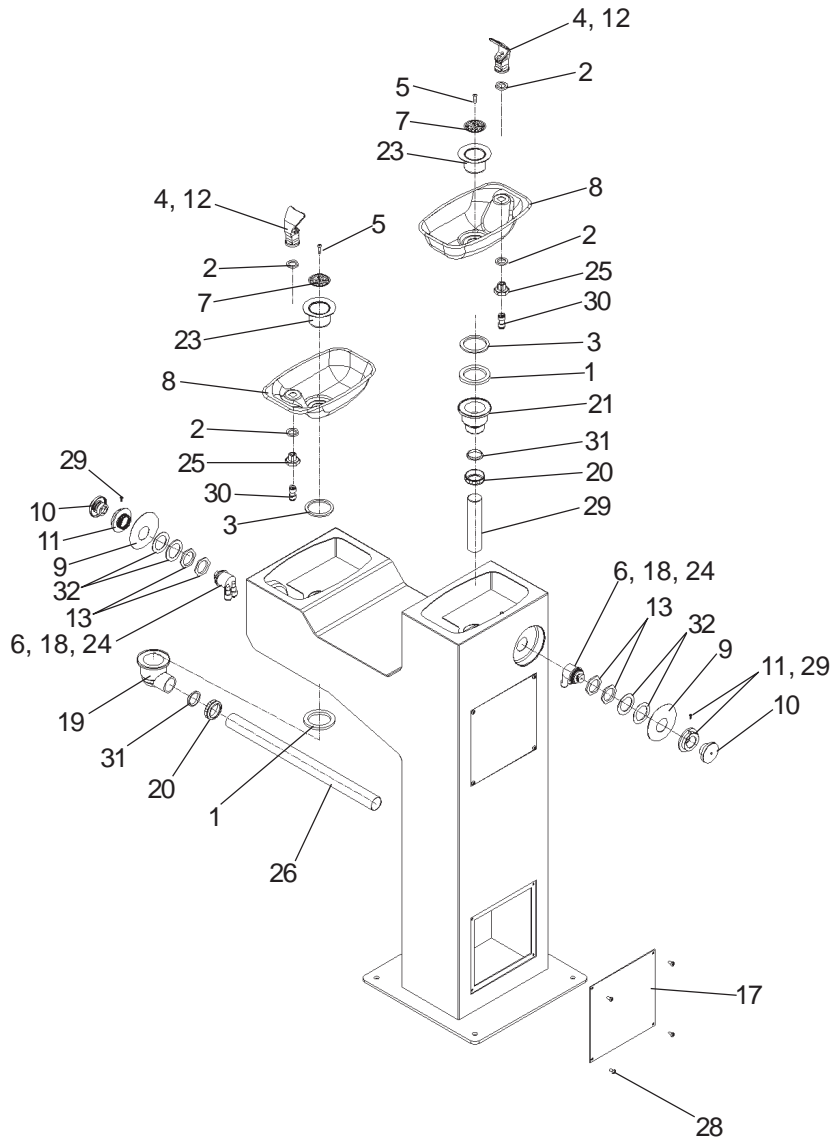

FIG. 4
**STREAM HEIGHT ADJUSTMENT:** Stream height is factory set at 35 PSI. If supply pressure varies greatly from this, adjust the screw on regulator item 24 by using a small screwdriver through the small hole in the push button item 10 (See Fig.4). and adjust screw on item 24. Clockwise adjustment will raise stream and counter-clockwise adjustment will lower stream. For best adjustment, stream should hit basin approx. 6-1/2" from bubbler.
**AJUSTE DEL CHORRO DE AGUA:** La altura del chorro de agua ha sido ajustado en su fabricación para una altura de 35 PSI. Si la presión del suministro varía mucho de esto, ajusta el tornillo en el artículo de regulador 24 utilizando un destornillador pequeño por el hoyo pequeño en el artículo del pulsador 10 (Ve Fig.4). y ajuste el tornillo del modelo no.24. Con un giro hacia la izquierda conseguirá aumentar la altura del chorro de agua y con giro hacia la derecha bajará la altura. Para el mejor ajustamiento, el chorro de agua del fregadero deberá alcanzar aproximadamente 6-12 pulgadas (152 – 300 mm) del grifo.
**Réglage de la hauteur du courant d'eau :** La hauteur du courant d'eau est réglé en usine sur 35 PSI. Si la pression de provision varie fort de ceci, ajuster la vis sur l'article régulateur 24 en utilisant un petit tournevis par le petit trou dans l'article de bouton de poussée 10 (Voit Fig.4). Les réglages effectués dans le sens des aiguilles d'une montre permettent d'augmenter la hauteur du courant tandis que les réglages dans le sens inverse des aiguilles d'une montre le font baisser. Pour un réglage de qualité, le courant doit entrer en contact avec l'évier à environ 18,5cm du tube à bulles.